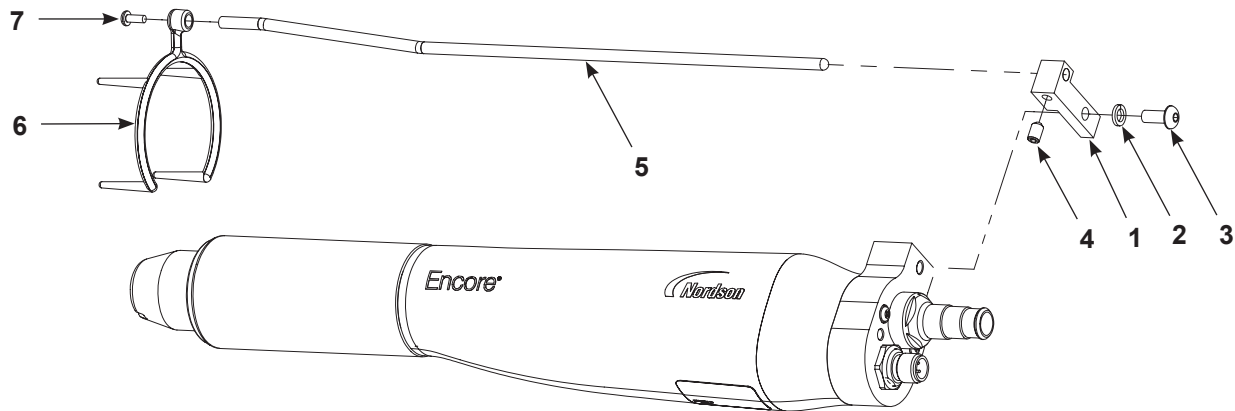

Figure 6 Installation du collecteur d'ions – Illustration d'une buse à jet plat
1. Voir la Figure 6. Installer le bloc de montage (1) sur le pistolet avec la rondelle frein M5 et l'écrou (2, 3).
2. Insérer la tige du collecteur (5) dans le bloc et la fixer avec la vis de blocage M5 x 8 (4) fournie avec le kit collecteur d'ions.
3. Glisser la pointe multiple (6) sur l'écrou de la buse et la fixer à la tige du collecteur avec la vis M3 (7).